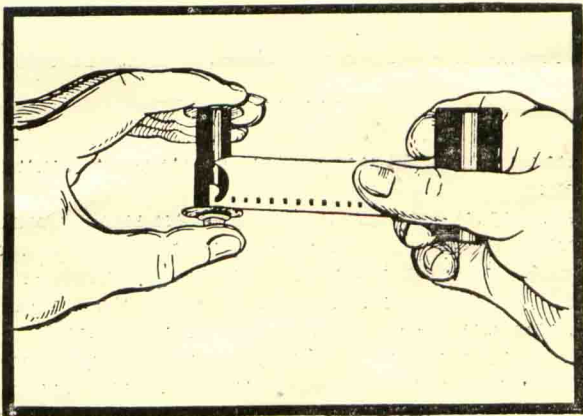

Рис. 9.
2. Вытащив из кассеты свободный конец пленки на длину не более 10 см., закрепите его на приемной катушке под пружиной (см. рис. 9) так, чтобы первое перфорированное отверстие пленки стало чуть дальше выступа пружины и потяните пленку обратно — выступ пружины зайдет в